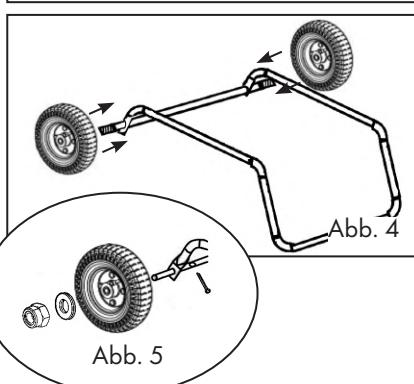

Abb. 5
- Schieben Sie anschließend jeweils eine Unterlegscheibe (C) auf die Radachse mit Rad.
- Schrauben Sie das Rad und die Unterlegscheibe auf der Radachse mit der Fixiermutter (C) fest.
- Fixieren Sie den unteren Rohrrahmen von innen links und rechts jeweils mit einem Clip (E), Abb. 5